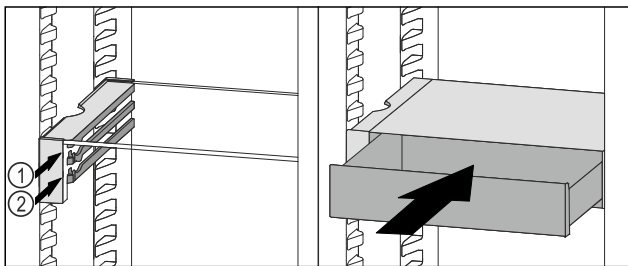

Fig. 155
- ▶ 将 VarioSafe 抽屉放置在所需肋梁 Fig. 155 (1) 或 Fig. 155 (2) 上的止动器后面。